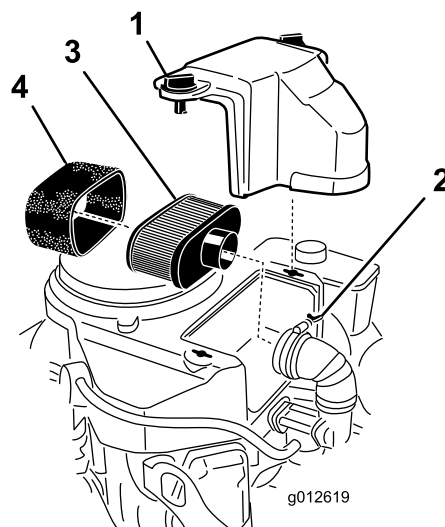

Figure 25
3. Nettoyez la surface autour du filtre à air pour éviter que des impuretés n'endommagent le moteur en tombant à l'intérieur (Figure 25).
4. Dévissez les boutons du couvercle et déposez le couvercle du filtre à air (Figure 25).
5. Dévissez le collier et déposez l'ensemble filtre à air (Figure 25).
6. Sortez délicatement l'élément en mousse de l'élément en papier (Figure 25).
1. Ne nettoyez pas l'élément en papier, remplacez-le (Figure 25).
1. Glissez délicatement l'élément en mousse sur l'élément en papier (Figure 25).
2. Posez l'ensemble filtre à air sur sa base et fixez-le en place avec les 2 écrous à oreilles (Figure 25).
3. Mettez le couvercle du filtre en place et serrez le bouton (Figure 25).